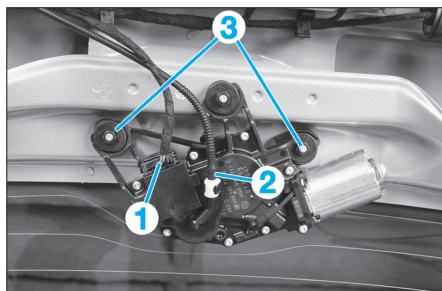

Fig. 80
- Débrancher le connecteur (1) et le tuyau (2) (Fig.80).